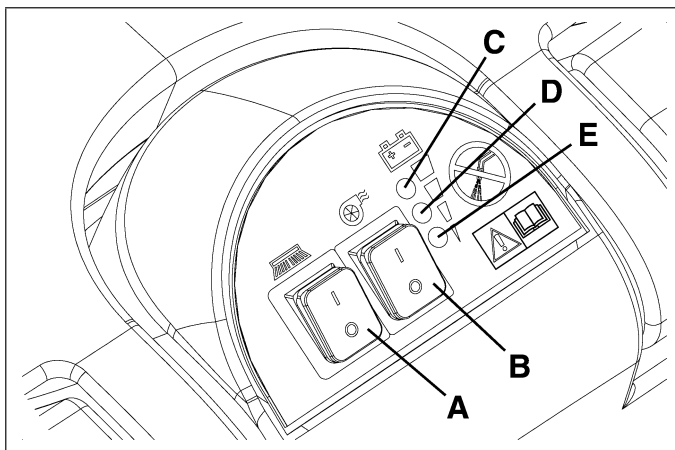

Figure 14
4. Poner los interruptores (A y B, Fig. 14) en posición "1".
Si el indicador luminoso verde (C, Fig. 14) se enciende, la máquina puede utilizarse.
7. Poner los interruptores (A y B, Fig. 14) en posición "0".